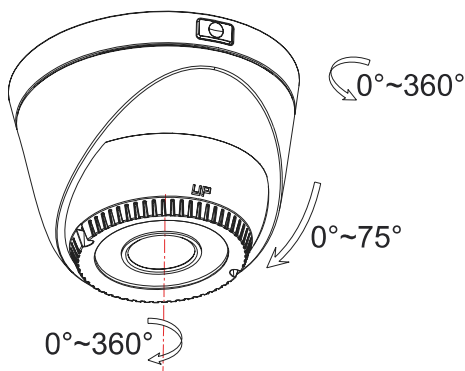

Рис. 2.2. Настройка поля зрения
9. Настройте поле зрения видеокamеры. Ее исполнение позволяет точно настроить нужную зону наблюдения за счет возможности вращения по трем осям (Рис. 2.2).